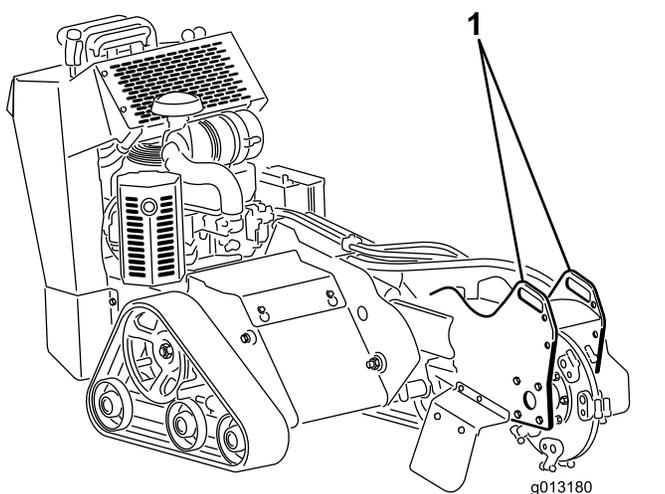
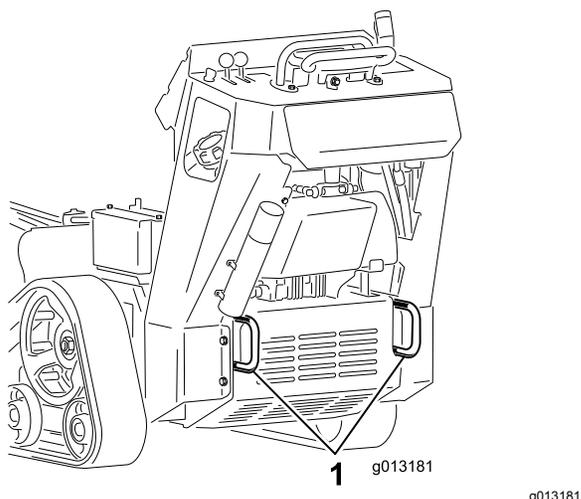

図 23
図 24
3. マシンの前後にあるロープ掛けポイントを利用して、ロープやチェーンなど適切なものでトレーラに機体を固定する 図 23 と 図 24。
ロープ掛けポイントを吊り上げポイントとして利用することができます 図 23 と 図 24。